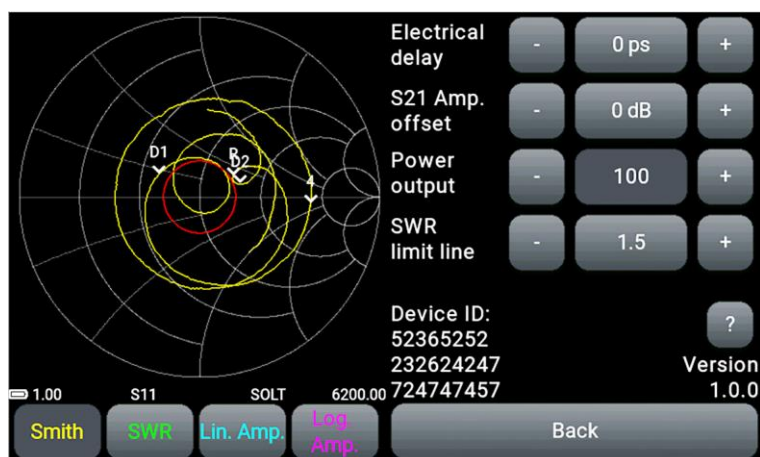

Рисунок 9.10 – Информация о приборе
9.5.1. Войдите в раздел **Device** главного меню прибора (Рисунок 9.10).
9.6.1. Войдите в раздел **Device** главного меню прибора (Рисунок 9.10).
9.7.2. Войдите в раздел **Device** главного меню прибора (Рисунок 9.10).
9.8.1. Войдите в раздел **Device** главного меню прибора (Рисунок 9.10).
9.9.1. Войдите в раздел **Device** главного меню прибора (Рисунок 9.10).